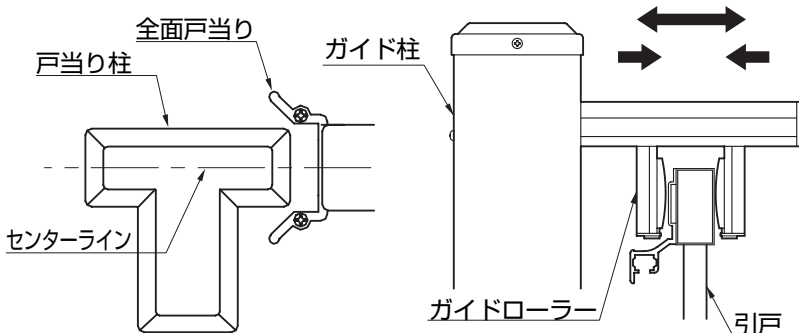
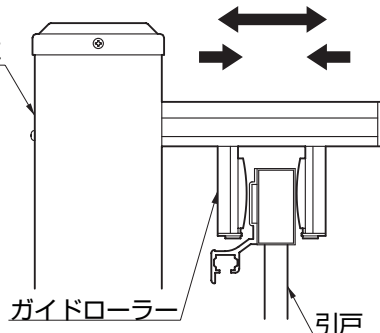

図12-3
図12-4
ずれていたら、ガイドローラーを調整してセンターラインを合わせてください。（図12-3、図12-4参照）
- ガイドローラーの間隔は、引戸上枠へ軽く接触するくらいまで狭めてください。（図12-4参照）